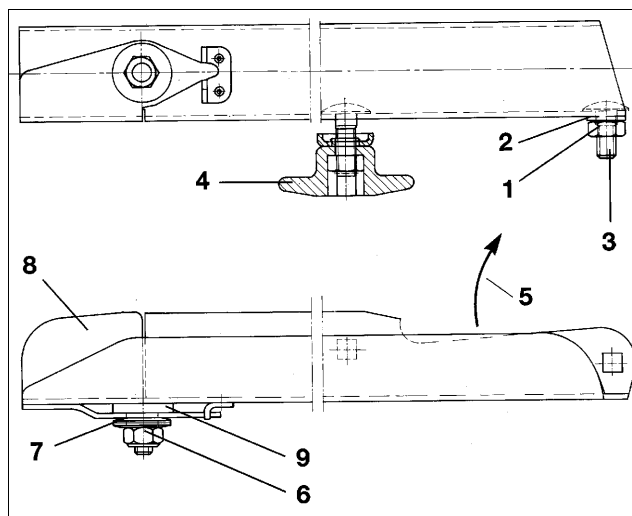

Рис. 48
- Открутите самостопорящуюся гайку (Рис. 48/1).
- Снимите подкладную шайбу (Рис. 48/2) и винт с полукруглой низкой головкой (Рис. 48/3).
- Отвинтите барашковую гайку (Рис. 48/4) и замените распределяющую лопасть.
- Самотормозящуюся гайку (Рис. 48/1) затяните так, чтобы распределяющая лопасть могла перемещаться рукой.
Следите за правильным монтажом распределяющих лопастей. Открытая сторона U-образной распределяющей лопасти должна быть обращена в направлении вращения (Рис. 48/5).
- Отвинтите самостопорящуюся гайку (Рис. 48/6) и снимите все тарельчатые пружины (Рис. 48/7).
- Замените поворотную пластину (Рис. 48/8).
- Затяните самостопорящуюся гайку (Рис. 48/6) с крутящим моментом 6 - 7 Нм, так чтобы поворотная пластина могла проворачиваться рукой, но при эксплуатации не смещалась вверх самостоятельно.
Обращайте внимание на пластиковую шайбу (Рис. 48/9) между распределяющей лопастью и поворотной пластиной.